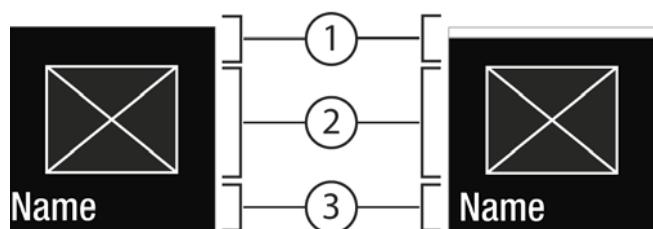
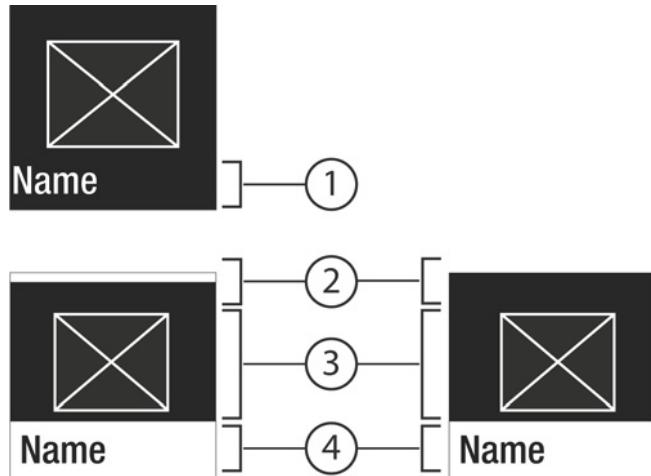

Fig. 6
Fig. 7
- С помощью Подтвердить Fig. 5 (2) вызвать Подменю Fig. 7 (4).
- Установка нового значения: С помощью Подтвердить Fig. 5 (2) выбрать деактивированное значение Fig. 6 (1).
- Назад в меню: С помощью Подтвердить Fig. 5 (2) выбрать уже активированное значение Fig. 6 (2).
- ▷ Состояние: активировано Fig. 6 (1) появляется недолго в Подменю Fig. 7 (4).